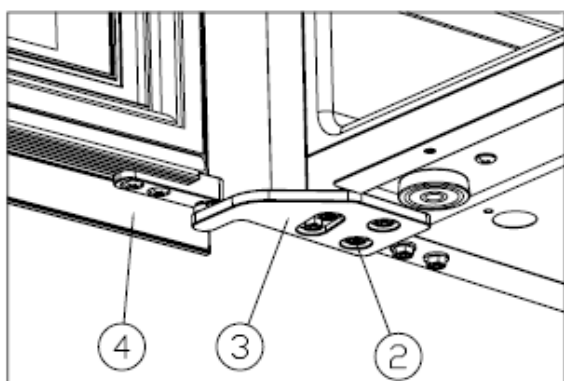

Figura 5
- ✧ Instale la bisagra superior derecha ③, y atornille los tornillos M5\*16 ② (figura 5).